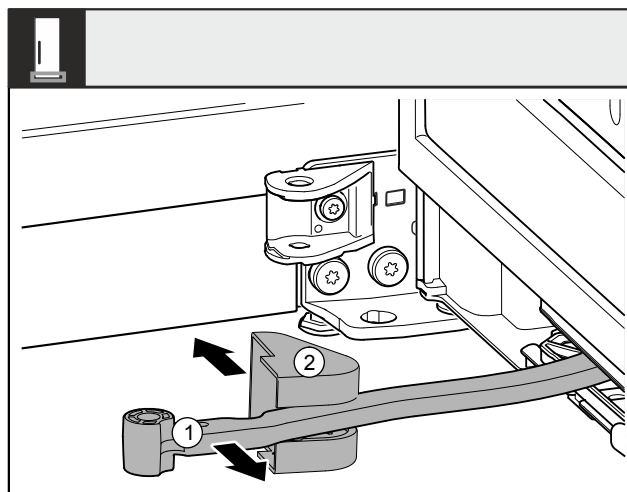

Fig. 11
- Tourner la jointure Fig. 11 (1) en direction de la porte.
- Retirer le cache du support de palier Fig. 11 (2).